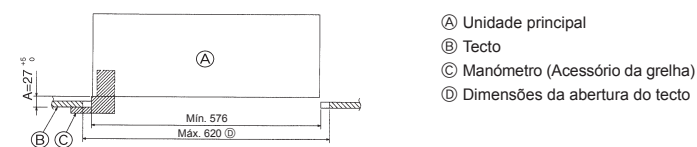

Fig. 4-6
3. Se a unidade principal não puder ser alinhada contra o orifício de montagem no tecto, é possível ajustar este orifício com a fenda existente na placa de montagem. (Fig. 4-6)